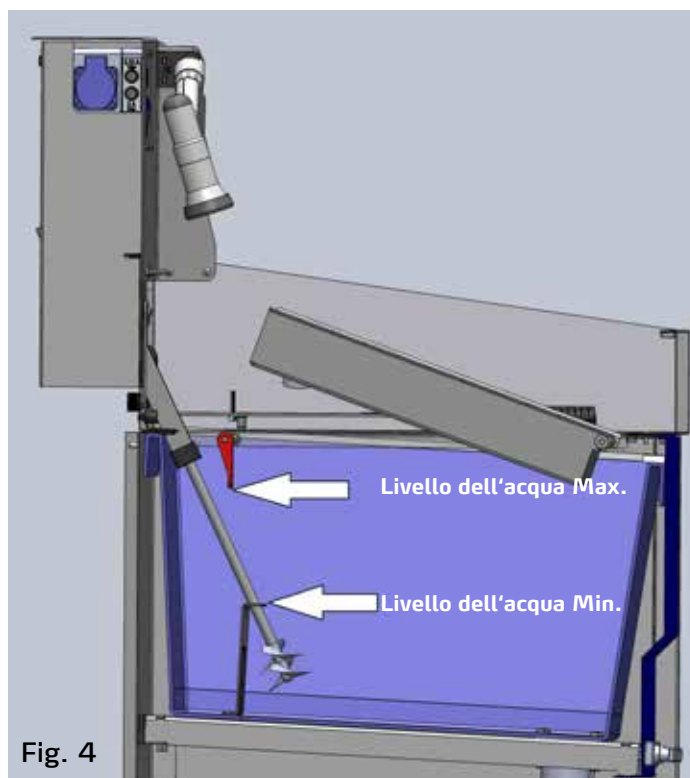

Fig. 4
- Pulire rulli nel bacino di prelavaggio per rulli (articoli compresi nella fornitura del ColorFree top Set) (9) Fig. 4
Prima che l'acqua di lavaggio può essere trattata nel corso dell'operazione, deve esservi un livello d'acqua minimo (livello d'acqua Min.) Fig. 4.
Si veda Fig. 4 - Il bacino va sospeso tramite il rispettivo gancio (9), in modo obliquo, ad un angolo di circa 20°, sul perno di supporto.